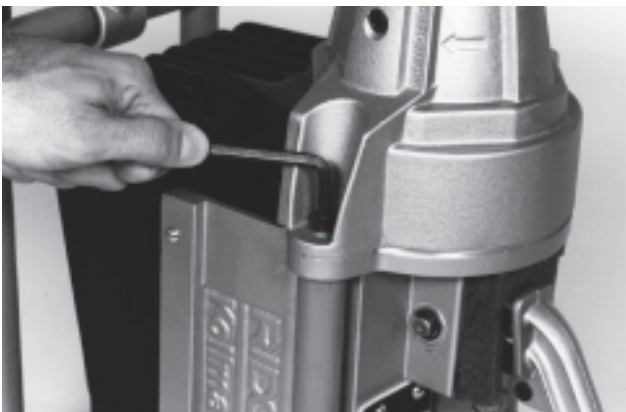

Figura 11 – Extracción de los tornillos de cabeza de cubo
1. Pare la máquina sobre la parte delantera de su bastidor. Asegure que la palanca del embrague esté en su posición más elevada. Con una llave hexagonal de 1/4 pulgada, extraiga los dos (2) tornillos de cabeza de cubo situados en el alojamiento para las mordazas (Figura 11).
1. Pare la máquina sobre la parte delantera de su bastidor. Asegure que la palanca del embrague esté en su posición más elevada. Con una llave hexagonal de 1/4 pulgada, extraiga los dos (2) tornillos de cabeza de cubo situados en el alojamiento de las mordazas (Figura 11).